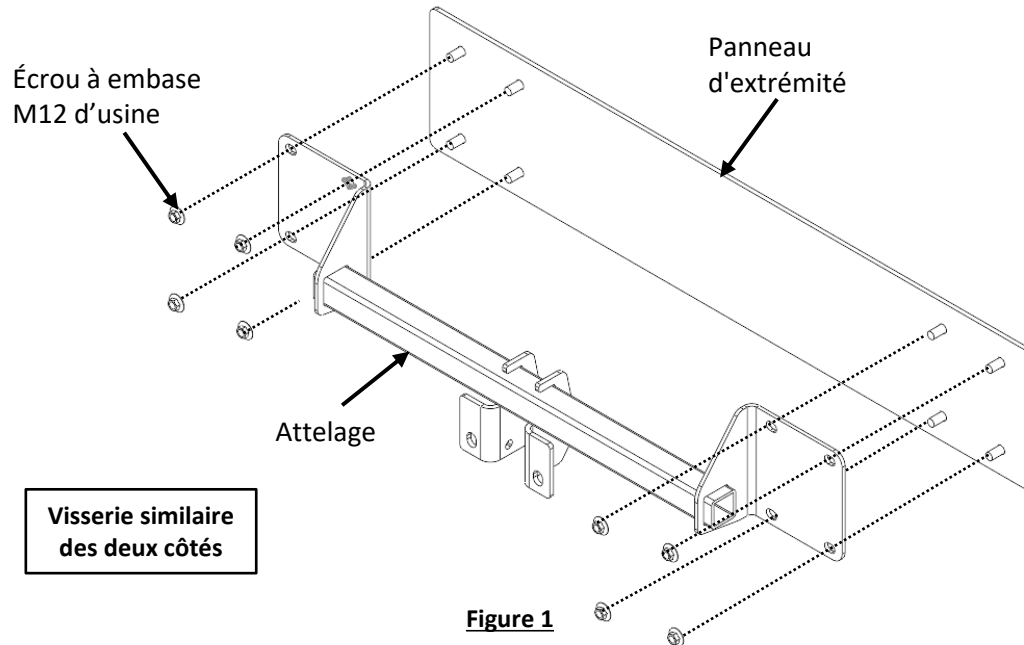

Figure 1
Soulever l'attelage en position en alignant les trous sur les goujons du panneau d'extrémité. Installer lâchement huit (8) écrous à embase M12 d'usine sur l'attelage, voir Figure 1.
3. Installer l'attelage— Soulever l'attelage en position en alignant les trous sur les goujons du panneau d'extrémité. Installer lâchement huit (8) écrous à embase M12 d'usine sur l'attelage, voir **Figure 1**.